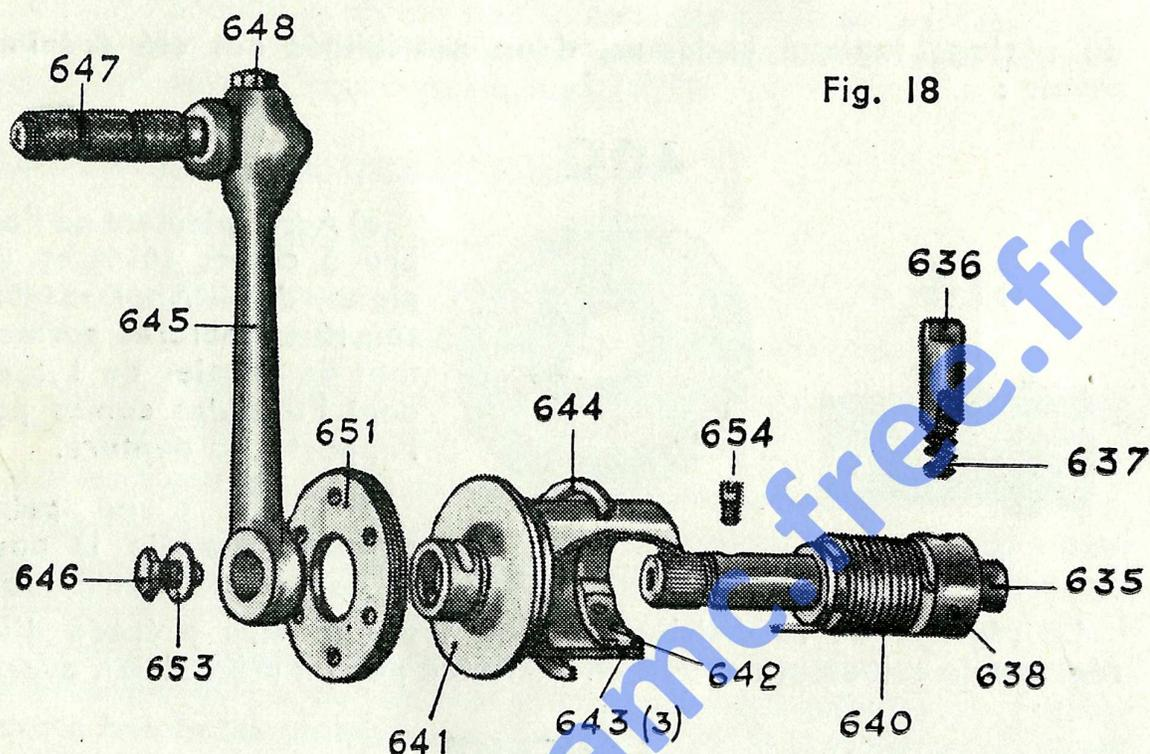

Fig. 18
Ainsi qu'on peut s'en rendre compte, le support de came (641) est la pièce maîtresse qui permet de grouper tous les organes détaillés à la figure 18 constituant ainsi un ensemble très compact fixé dans le carter par le seul écrou (651) et positionné par l'ergot (641 bis), lequel vient se loger dans le cran réservé à cet effet à l'intérieur du flasque (338).